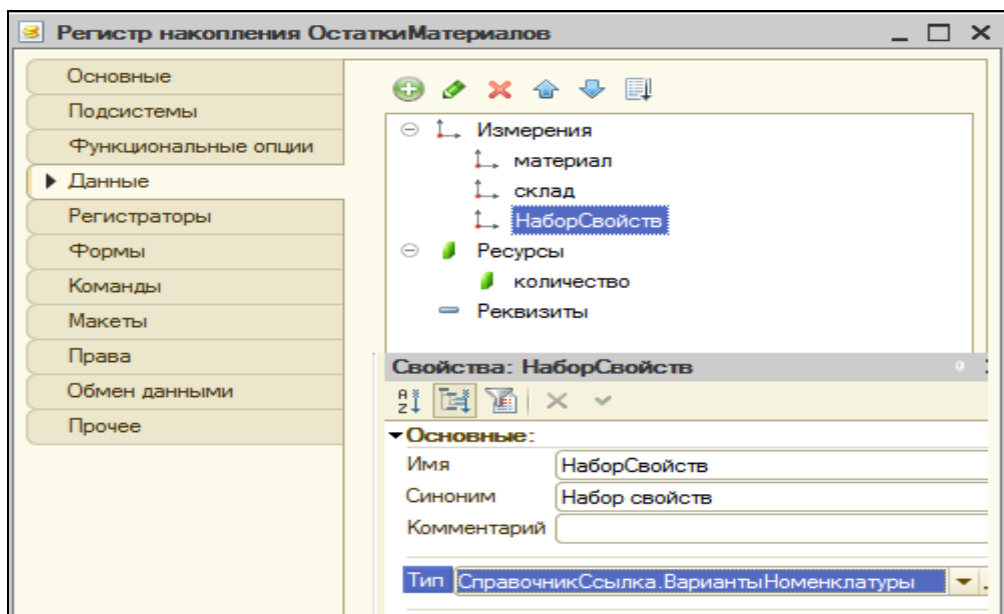

Рисунок 6.30 Новый реквизит НаборСвойств
1. Отредактировать регистр накопления **Остатки материалов**. Открыть регистр для редактирования. На закладке **Данные** добавить измерение НаборСвойств, тип – СправочникСсылка.ВариантыНоменклатуры (рис. 6.30).